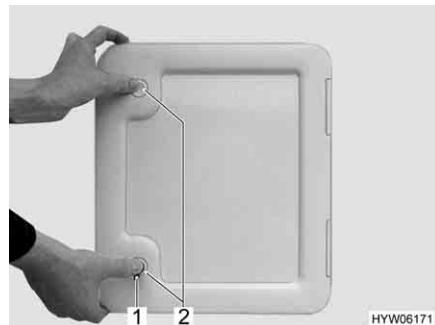

Fig. 30 Sportello per il serbatoio fiscale
- Inserire la chiave nel cilindro della serratura a pressione (Fig. 30,1) e ruotare di un quarto di giro.
- Premere contemporaneamente con i pollici entrambe le serrature a pressione (Fig. 30,2) e aprire lo sportello del serbatoio fiscale.
- Inserire la chiave nel cilindro della serratura (Fig. 30,1) e ruotare di un quarto di giro.